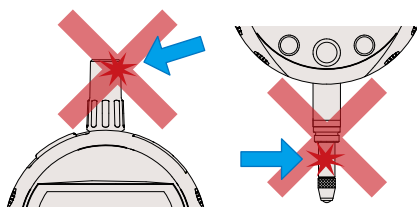

Fig. 3
1. No mueva el husillo rápidamente, no aplique fuerza en la dirección transversal ni en la tapa, de lo contrario, el funcionamiento y la exactitud pueden verse afectados negativamente. (**Fig. 3**)